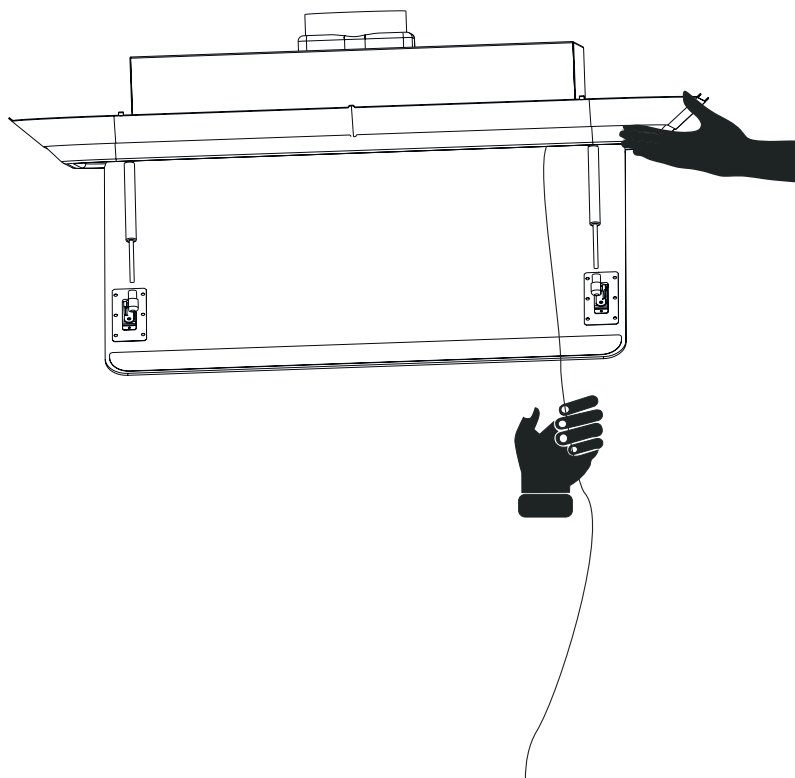

Fig. 16
10. För att hissa upp fläkten med stålvejarna; lyft den med en hand på kortsidan och dra i stålvejarna, en efter en. Gör detta växelvis på fläktens kortsidor. Varje gång man drar i stålvejarna låser säkerhetslåset dem (Fig. 16)
När fläkten har hissats upp till taket och det inte går att dra mer i stålvejarna ska dessa rullas ihop och placeras i förvaringsutrymmet. Observera: när stålvejarna placeras i förvaringsutrymmet måste den böjbara metallen böjas så att stålvejarna inte faller ut (Fig. 16).